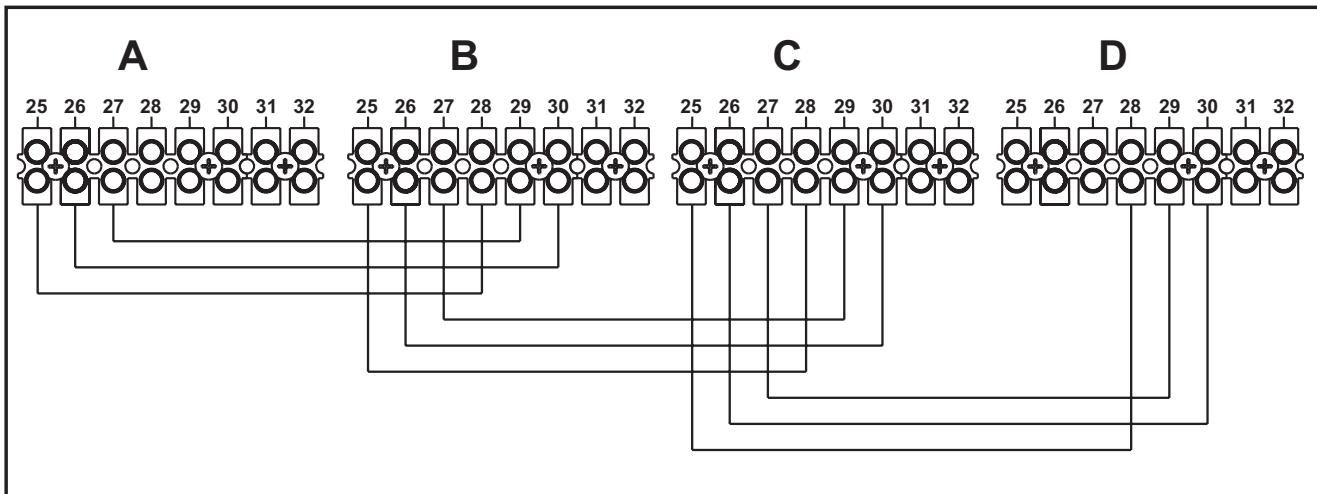

fig. 24 - Montage en cascade
1. Relier les modules comme le montre la fig. 24
Si cela ne se produit pas, couper l'alimentation électrique et contrôler le câblage fig. 24.